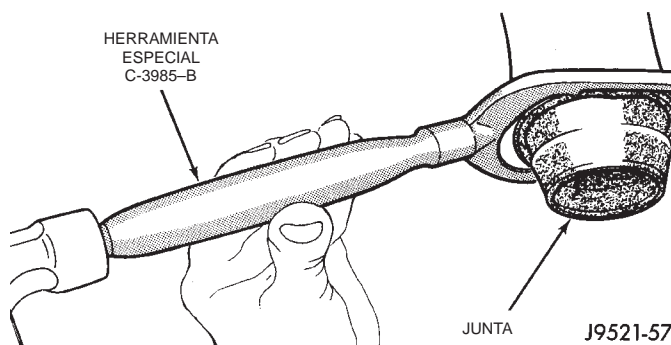

Fig. 21 Desmontaje de la junta del estribo del retenedor de cojinete trasero
(1) Eleve el vehículo.
(2) Marque el eje propulsor y el estribo del eje a modo de referencia para la alineación.
(3) Desconecte y retire el eje propulsor.
(4) Retire la junta usada del retenedor de cojinete trasero con el extractor de juntas C-3985-B (Fig. 21).